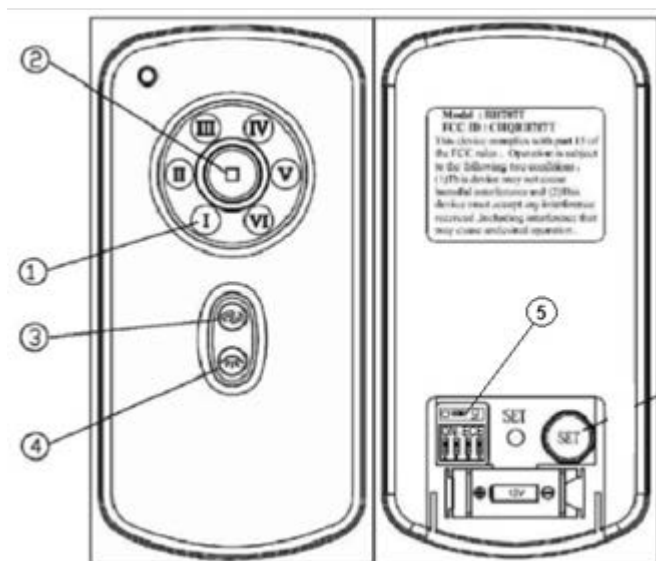

Abb. 12
- Ändern Sie die Einstellungen für die DIP-Schalter in Fernbedienung 2, so dass die Einstellungen von Fernbedienung 1 verschieden sind. Abb. 12